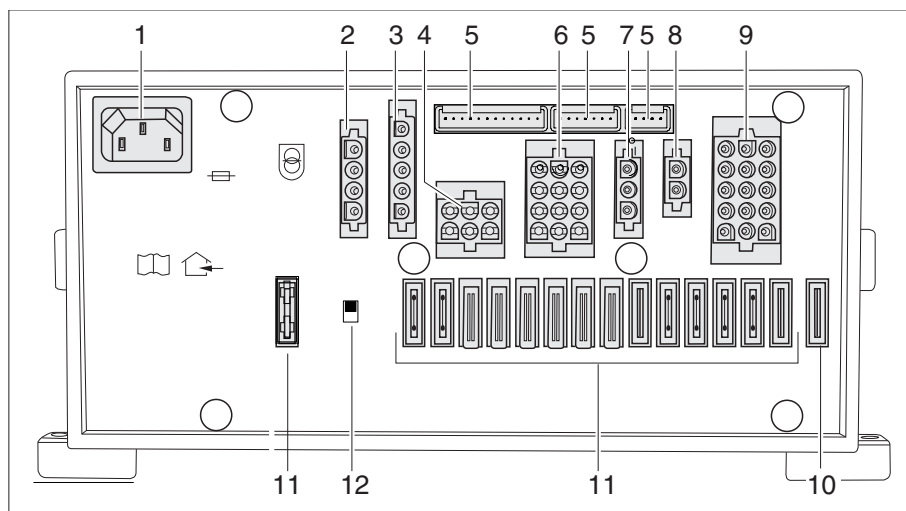

Bild 240 El-block (EBL 111)
- ▷ Batteribrytaren (Bild 240, 12) skiljer alla förbrukare som är anslutna på el-blocket från 12 V-nätet.